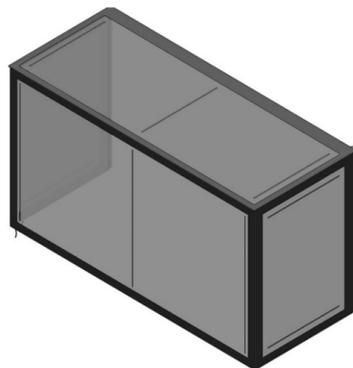

Figura 12: Vidro aquecido
2. Encaixe as bandejas nos suportes que já estão fixados no produto conforme figura 12.